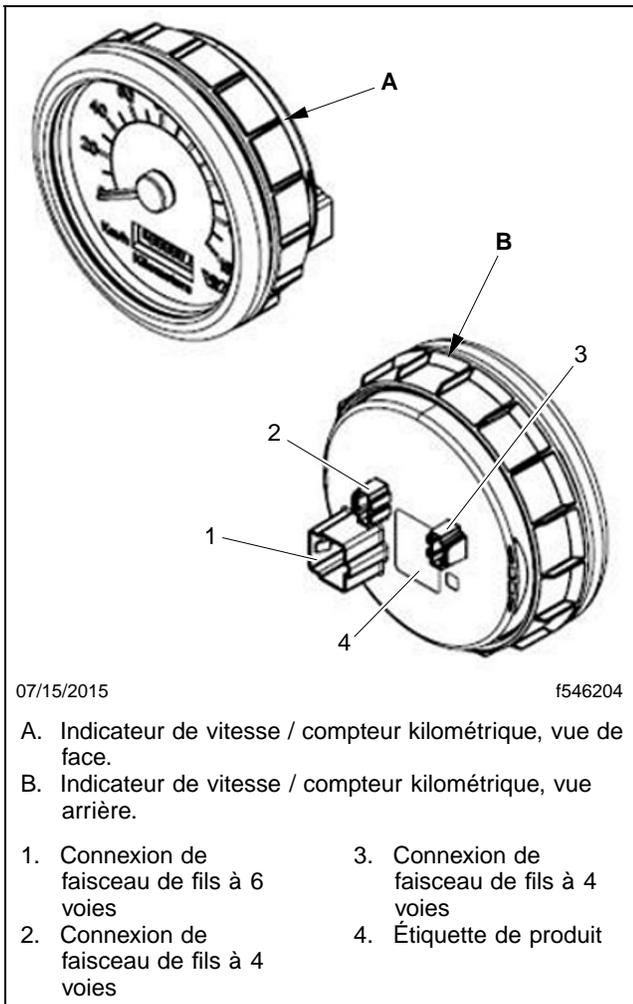

Fig. 2, Vue arrière des jauges
6. Débranchez les connecteurs à l'arrière de l'indicateur de vitesse. Reportez-vous à la **figure 2**.